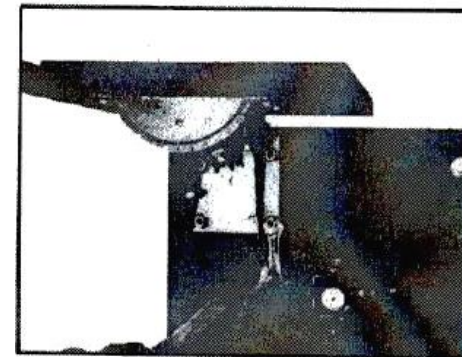

Рис. 4
- Перемещать стол в стороны по мере необходимости до тех пор, пока полотно пилы не будет проходить по центру вставки. **Рис. 4**